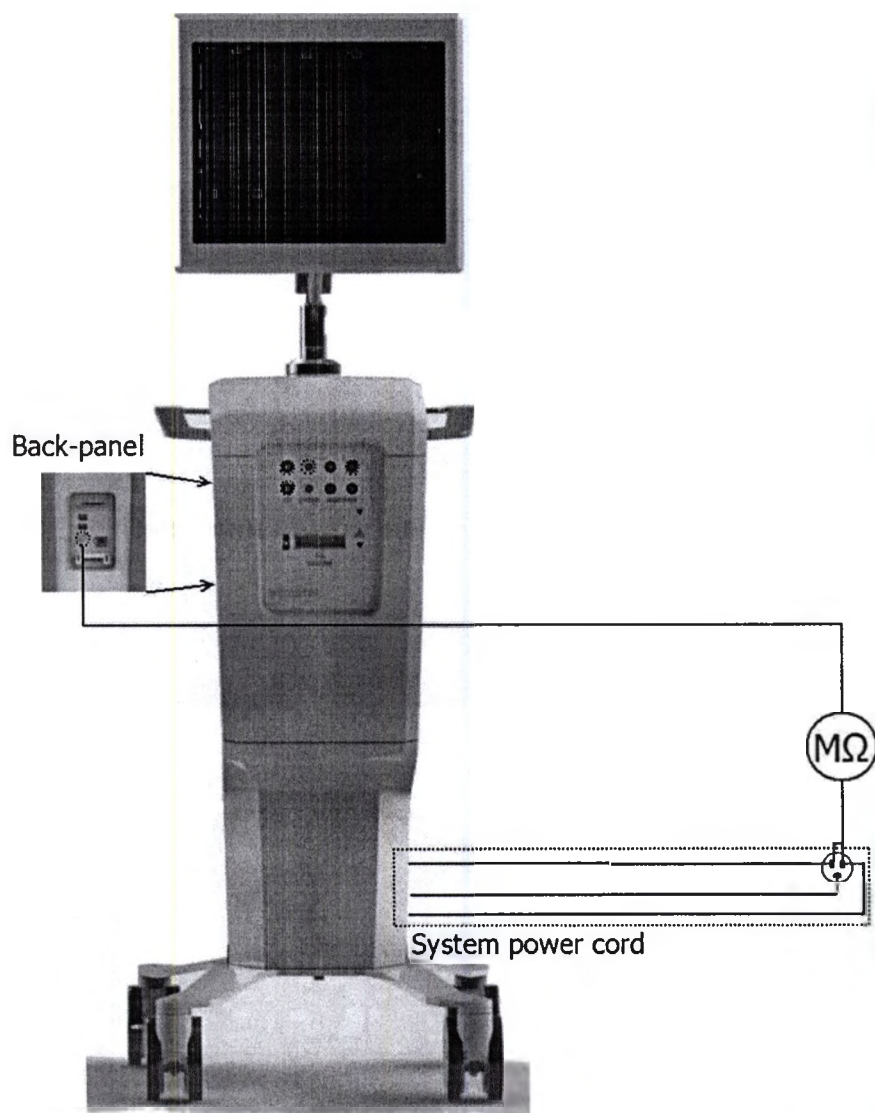
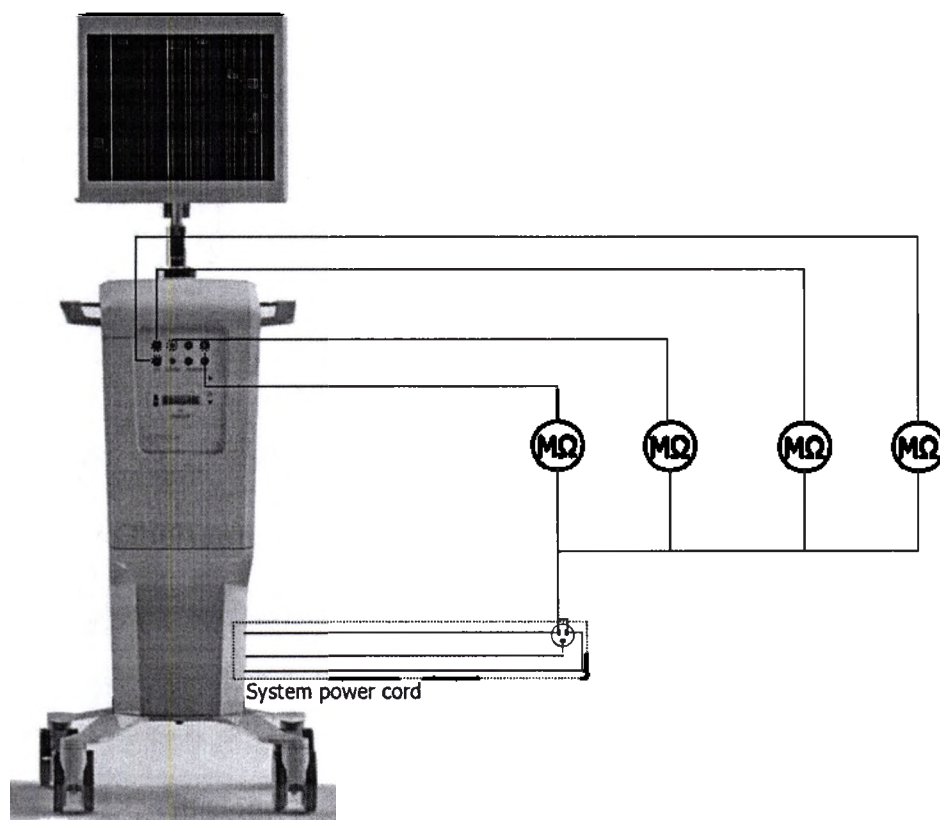

Рисунок 3 Схема подключения для проведения первичного теста на электрическую прочность защитного заземления.
Рисунок 5 Схема подключения узловых элементов, контактирующих с пациентом, для вторичного тестирования диэлектрической прочности.
1. Тестер изоляционного сопротивления, который способен измерить тестируемое напряжение не ниже 500 В постоянного тока, обозначается символом MΩ на рисРисунок 3 - Рисунок 5 в соответствии с пунктом 5.3.3 в IEC 62353: 2014.
1. Схема подключения показана на рис. Рисунок 3.
1. Схема подключения показана на Рисунок 5.